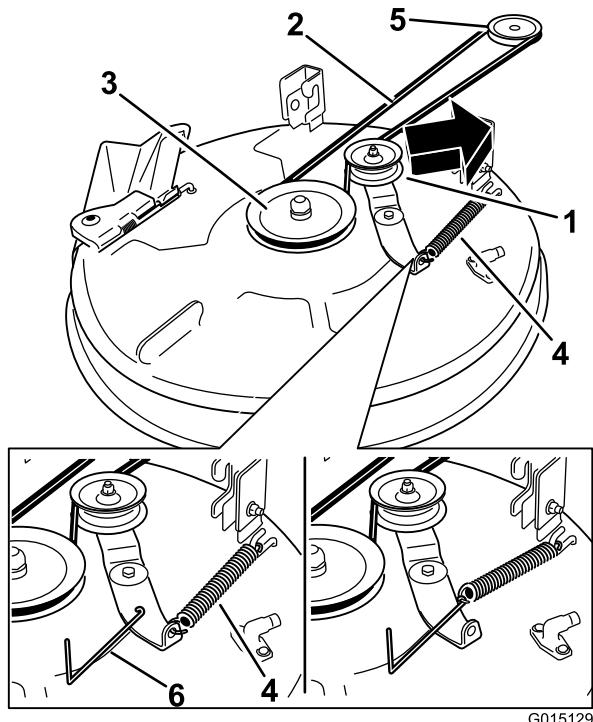

Figura 59
4. Usando una herramienta para la retirada de muelles (Pieza Toro N° 92-5771), retire el muelle tensor del gancho de la carcasa para eliminar la tensión de la polea tensora, y retire la correa de las poleas (Figura 59).
5. Pase la correa nueva alrededor de las poleas del motor y del cortacésped (Figura 59).
6. Usando una herramienta para la retirada de muelles (Pieza Toro N° 92-5771), instale el muelle tensor sobre el gancho de la carcasa, tensando la polea tensora y la correa del cortacésped (Figura 59).